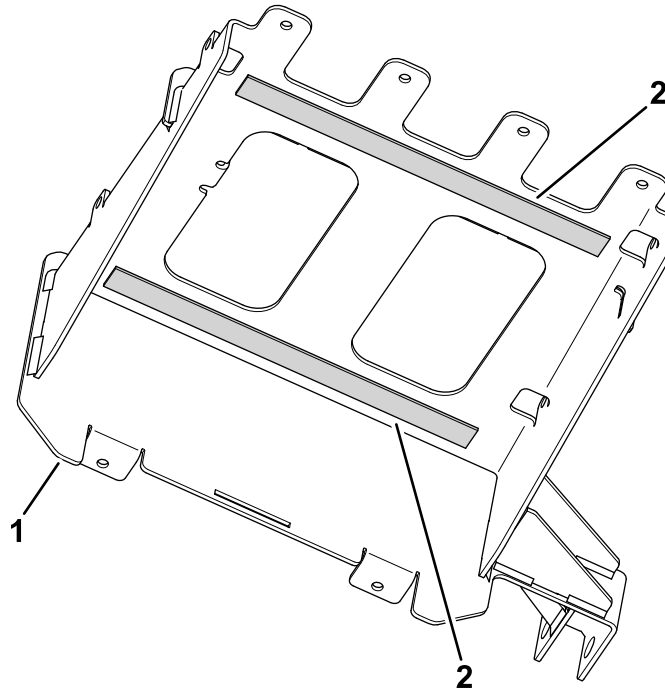

Figure 19
3. Collez 2 bandes en mousse (37 cm) sur la plaque de montage inférieure (Figure 19).